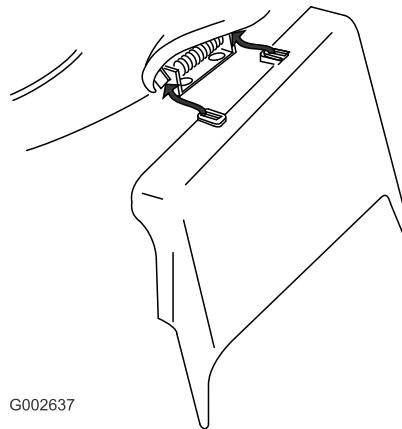

Bild 33
- Setzen Sie den Seitauswurfskanal ein und schließen Sie die Klappe auf dem Auswurfskanal (Bild 33).